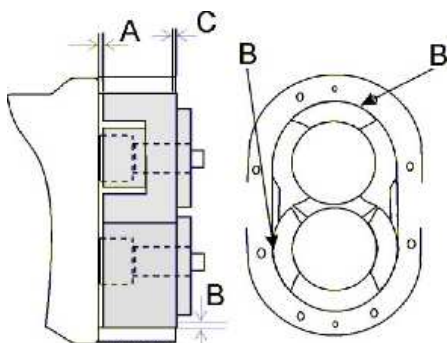

Abb.87 Messung der Spaltmaße
9. Messen Sie das rückseitige Spaltmaß des Rotors (Abb. 87, Pos. A) durch Anschluss oder von der Vorderseite. Der rückseitige Abstand für beide Rotoren muss gleich sein, um zu vermeiden, dass die Rotoren Kontakt haben. Dieser muss bei $\pm 0,0005$ des Wertes liegen, welcher in Tabelle 4 in Abschnitt „Standardrotoren Spaltmaße“ auf Seite 42 angegeben ist.
10. Prüfen Sie den Abstand des Rotors zur Frontfläche (Abb. 87, Pos. C).
11. Prüfen Sie den Abstand zwischen Rotor und Körper (Abb. 87, Pos. B).